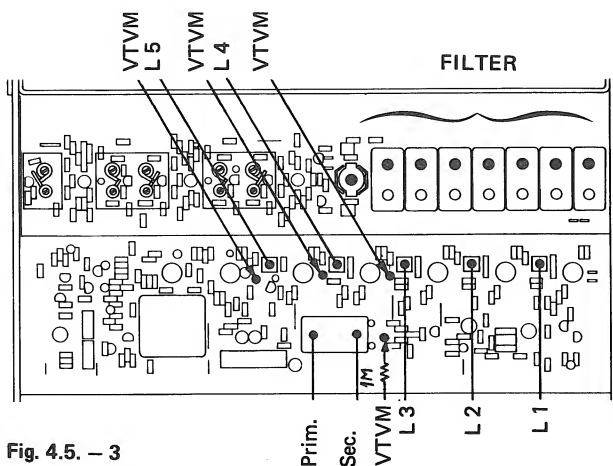

Fig. 4.5. - 3
- Connecter la sonde HF du V.à L. à l'entrée de IC 3 (CA 3053) sur la résistance R 7 de 220 ohms (fig. 4.5. — 2). Echelle de mesure: 1 VDC.
4.5.1. Appareil enclenché; seul l'interrupteur secteur POWER^① enfoncé.
4.5.2. Après avoir ôté le câble coaxial, connecter le câble FI du générateur à l'entrée du circuit mélangeur de l'étage haute-fréquence (fig. 4.5. — 2).
4.5.4. Connecter la sonde HF du V.à L. à l'entrée de IC 4 (220 ohms). Accorder le circuit 3 (bleu) au maximum de déviation de l'instrument: environ 0,8 V (fig. 4.5. — 3).